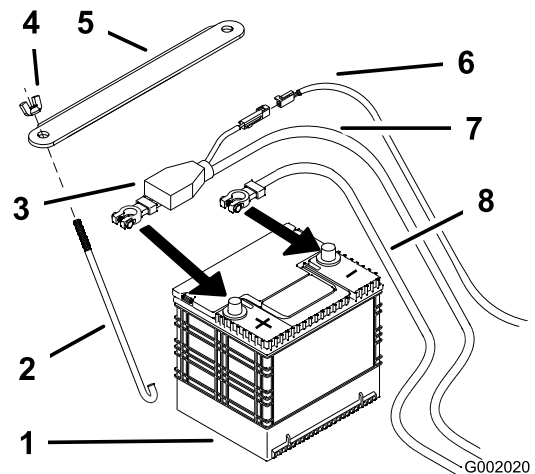

Figura 50
4. Primero desconecte el cable negativo del borne negativo (-) de la batería (Figura 50).
5. Retire la cubierta de goma roja del borne positivo (rojo) de la batería. Luego retire el cable positivo (rojo) de la batería (Figura 50).
1. Coloque la batería en la bandeja, con los bornes frente al depósito de aceite hidráulico (Figura 50).
4. Fije los cables con 2 pernos (1/4 x 3/4 pulg.), 2 arandelas (1/4 pulg.), y 2 contratuercas (1/4 pulg.) (Figura 50).
6. Fije la batería con pernos en J, una brida de sujeción, 2 arandelas (1/4 pulg.) y 2 tuercas de orejeta (1/4 pulg.) (Figura 50).